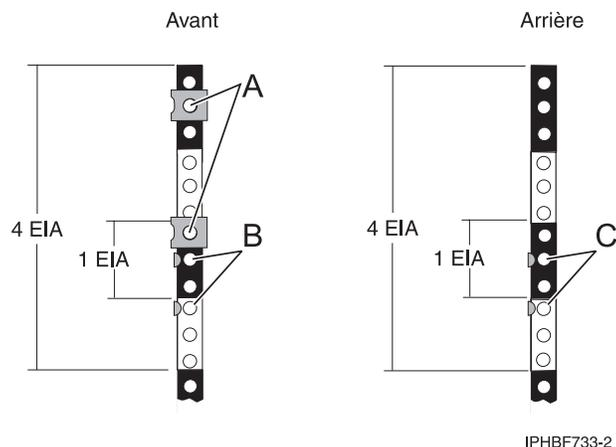

Figure 85. Exemple d'unités EIA
La figure 85, à la page 91 représente une unité EIA et quatre unités EIA. Selon le constructeur de l'armoire, le séparateur des unités EIA peut être symbolisé par une ligne ou par une couleur. Vous remarquerez que l'espacement entre les trous est irrégulier. En l'absence d'élément visuel de séparation (couleur ou ligne) des unités EIA dans l'armoire, chaque unité EIA commence à l'endroit où les trous (A) sont les plus rapprochés.